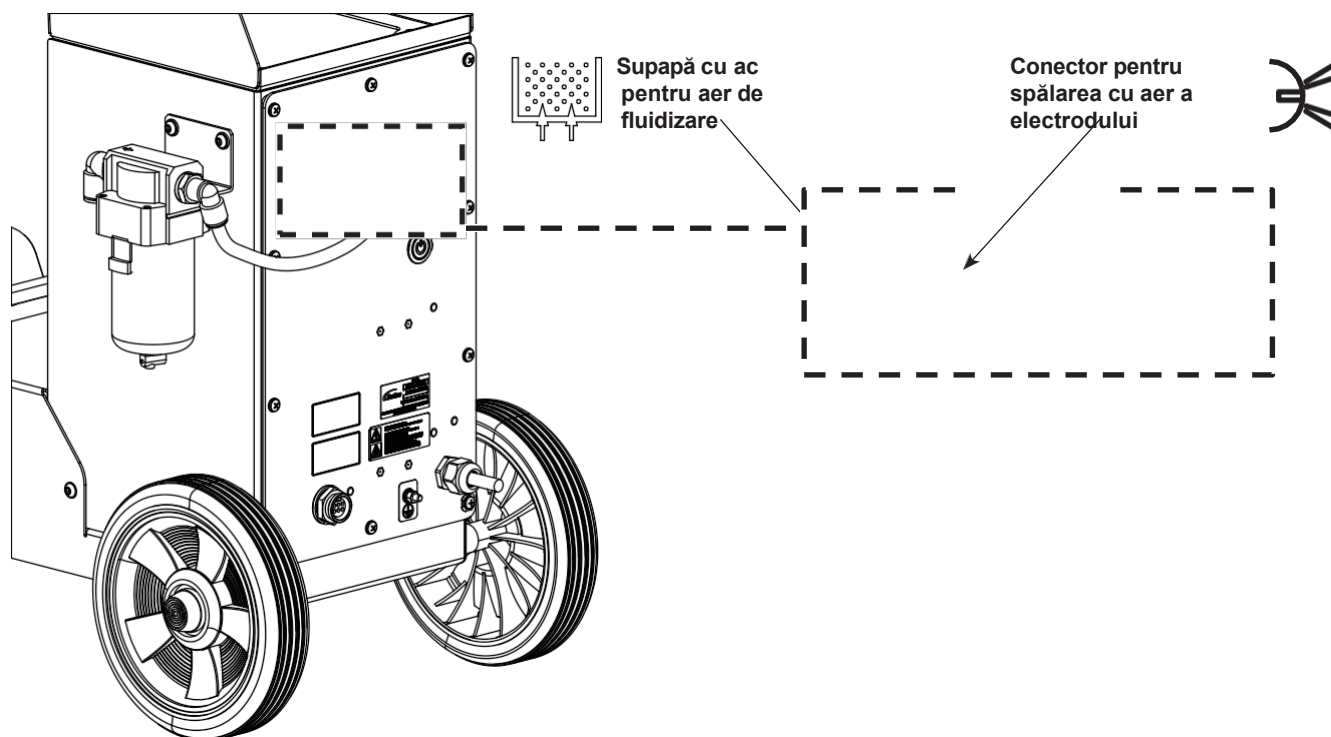

Figura 4-2 Electrode de spălare cu aer și amplasarea supapei de aer de fluidizare (prezentată fără supapa de control al debitului)
A se vedea figura 4-2. Utilizați supapele de aer de fluidizare  pentru a regla presiunea aerului de fluidizare cât mai jos posibil: 0,07-0,14 bar (1-2 psi).
A se vedea figura 4-2. Utilizați supapa cu ac a aerului de fluidizare  pentru a regla presiunea aerului de fluidizare astfel încât presiunea să fie suficientă pentru ca pulberea din buncăr să "fiarbă" ușor. Aerul de fluidizare face ca pulberea să crească în volum.
A se vedea figura 4-2. Aerul de spălare a electrodului spală continuu electrodul pistolului de pulverizare pentru a preveni acumularea prafului pe acesta. Aerul de spălare a electrodului se activează și se dezactivează automat atunci când pistolul de pulverizare este activat și dezactivat.
- a. A se vedea figura 4-2. Utilizați supapa cu ac a aerului de fluidizare  pentru a regla presiunea aerului de fluidizare astfel încât presiunea să fie suficientă pentru ca pulberea din buncăr să "fiarbă" ușor. Aerul de fluidizare face ca pulberea să crească în volum.